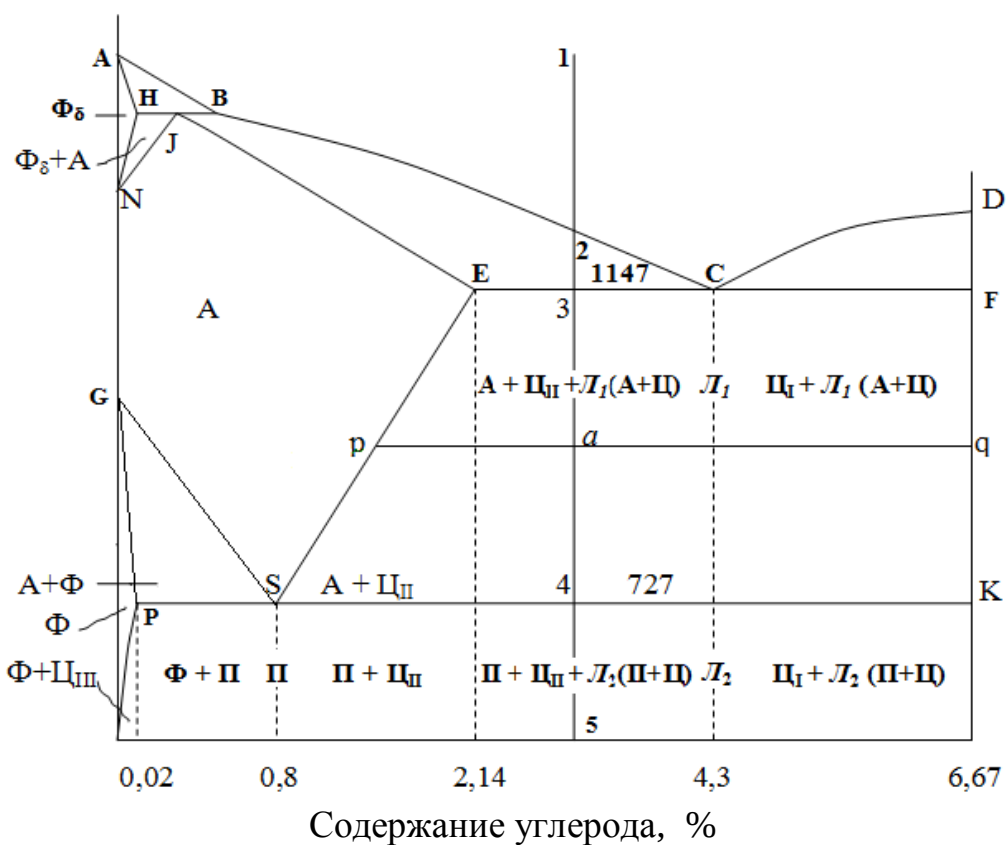

Рис.8 Диаграмма состояний Fe – Fe₃C
- построить кривую охлаждения и указать совершающиеся при этом превращения (см. рис.8,9).